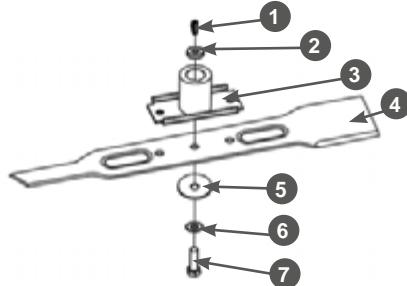

Рис. 27 Установка ножа
- С помощью соответствующего инструмента открутите болт 7 крепления ножа и снимите нож (Рис. 27).
- Снимите с вала двигателя адаптер 3 ножа и втулку 2 адаптера (Рис. 27).
- Убедитесь в том, что шпонка 1 адаптера на месте и не имеет повреждений (Рис. 27). Во избежание утери шпонки во время заточки ножа или других работ по обслуживанию газонокосилки извлеките шпонку из шпоночного паза и уберите в надёжное место.
- Установите все детали на место в порядке, обратном снятию. Схема установки показана на Рис. 27. 8. Заденьте нож от проворачивания и надёжно затяните болт 7 крепления ножа (Рис. 27).